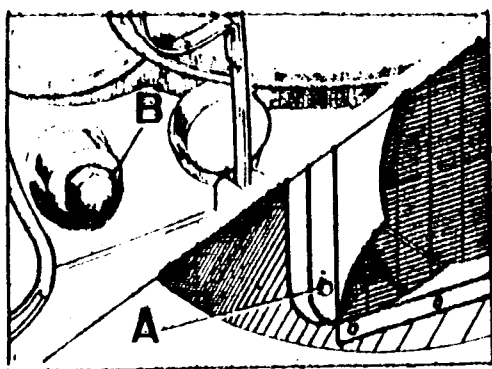

Fig. A3-49 Vaciado del sistema de refrigeración
- 1.3. Quitar el tapón del radiador y extraer los tapones, A (Fig. A3-49) de vaciado del bloque y el, B, de vaciado del radiador.